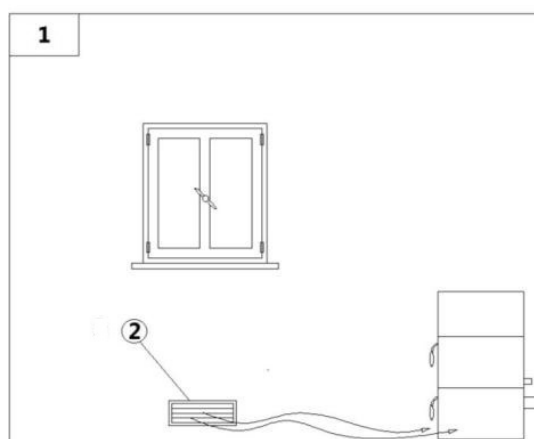

Fig. 11 - Afluencia del aire directa
LEYENDA	Fig. 11
- La afluencia del aire entre el ambiente externo y la sala puede suceder por vía directa por medio de una brecha en la pared externa del edificio (véase Fig. 11).
- La afluencia del aire entre el ambiente externo y la sala puede suceder por vía directa por medio de una brecha en la pared externa del edificio (véase **Fig. 11**).